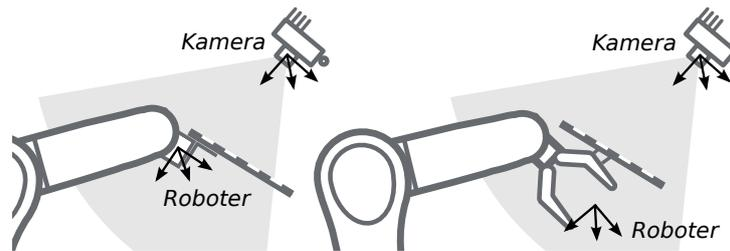

Abb. 6.19: Alternative Montageoptionen für die Befestigung des Kalibrieramusters am Roboter
6.18 und Abb. 6.19 angegeben, angebracht werden.
**Bemerkung:** Für das Modul zur Hand-Auge-Kalibrierung spielt es keine Rolle, wie das Kalibriermuster in Bezug auf das benutzerdefinierte *Roboter*-Koordinatensystem genau angebracht und positioniert wird. Das bedeutet, dass die relative Positionierung des Kalibriermoduls zu diesem Koordinatensystem weder bekannt sein muss, noch für die Kalibrierroutine relevant ist (siehe in Abb. 6.19).